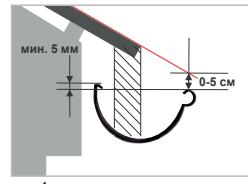

рис. 1
- 1.5 Вертикальная проекция нижней кромки кровельного покрытия должна выступать на 1,5 - 6 см от внутренней кромки желоба. При этом желоб не должен пересекать плоскость, которая является продолжением поверхности кровли, во избежание повреждений, вызванных сходом снега с кровли (рис. 1). Рекомендуется установка карнизной планки (капельника) или фартука свеса.